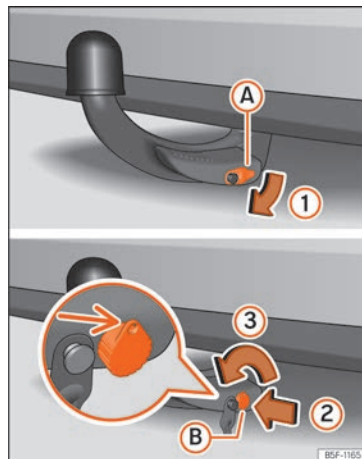

Fig. 257 Desmontar o gancho de reboque
- Retire a tampa **A** da fechadura **1** »» **Fig. 257**.
- Introduza a chave **B** na fechadura **2** »» **Fig. 257**.
- Rode a chave para a esquerda **3** apenas meia volta, até que o orifício da chave fique acima »» **Fig. 257**.